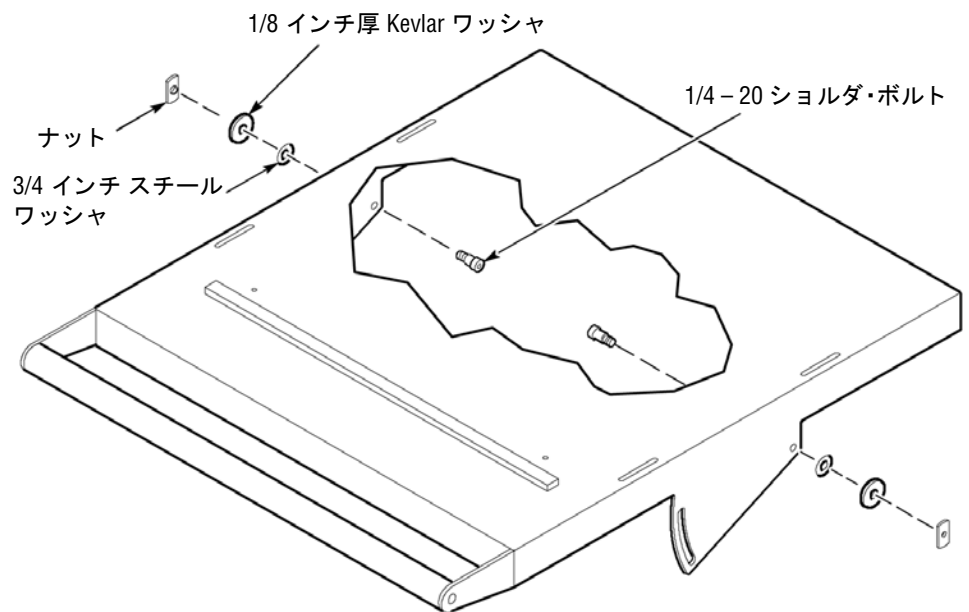

図 12: ハンドル付チルト式天板の準備
3. 図 12 に示すようにハンドル付天板を準備し、ショルダ・ボルト、スチール・ワッシャ、Kevlar ワッシャとナットをチルト式天板の後方の穴に取り付けます。前方向の穴は天板に傾斜をつけるための溝です。天板と脚部アセンブリ間で、ワッシャを天板の外側に取り付けます。ネジは軽く締めておき、ナットを 1 回転以上締めないでください。